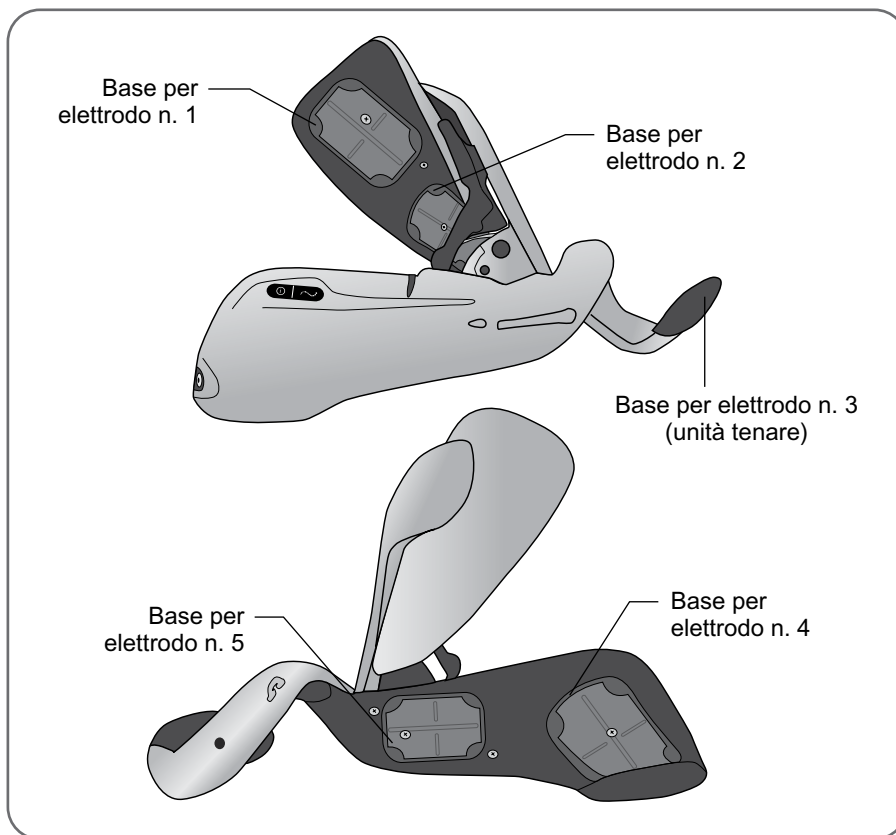

Figura 8-5 - Basi per gli elettrodi 1-5
5. Abbinare ciascun elettrodo in tessuto alla rispettiva base (Figura 8-5).